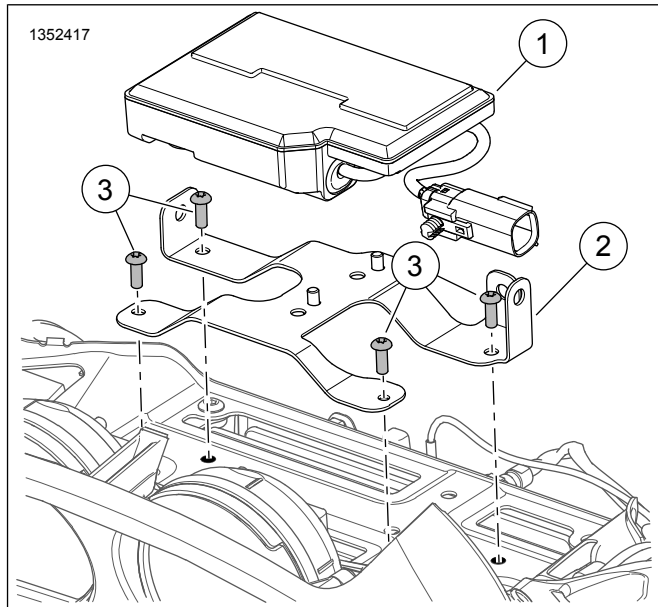
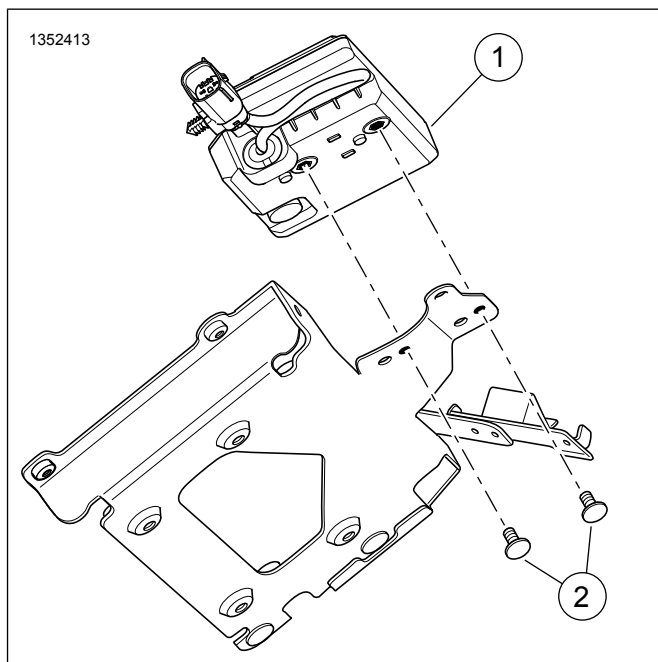

Figura 4. Suporte TCU
Figura 5. Parafuso TCU
10. Ver a Figura 4. Caso exista, retire o suporte TCU existente (2).
- a. Retire os quatro parafusos (3). Guarde os parafusos para os utilizar mais tarde.
11. Ver a Figura 5. Posicione e instale TCU no suporte usando dois parafusos. Aperte.